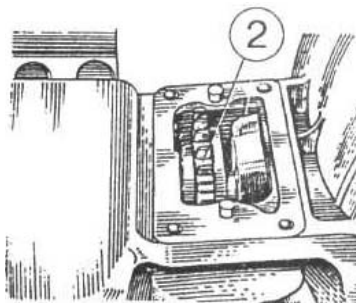

Рисунок 4.42
- г) выньте шестерню 2 (рисунок 4.42) с двумя подшипниками и двумя кольцами через верхний люк корпуса сцепления;